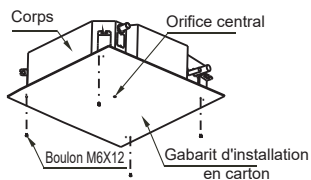

Fig. 5-8
2. Une fois le corps installé, veuillez fixer le gabarit d'installation en carton sur le climatiseur avec des boulons (M6X12) pour déterminer à l'avance les dimensions et la position de l'ouverture dans le plafond. (voir fig.5-8)